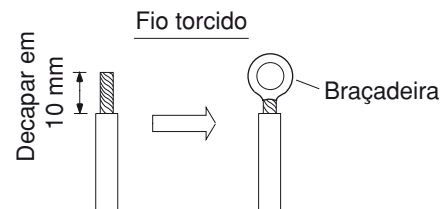

Fig. 30
- (1) Corte a ponta do fio com um alicate, depois descarte o isolamento para expor à vista os fios entrançados em cerca de 10 mm e torça bem as pontas dos fios. (Figs. 30 e 31)
- (2) Usando uma chave de parafusos, tire o parafuso ou parafusos do terminal na placa de terminais.
- (3) Usando um acessório de fixação para braçadeiras ou um alicate, prenda com firmeza cada ponta do fio decapado com uma braçadeira. (Fig. 30)